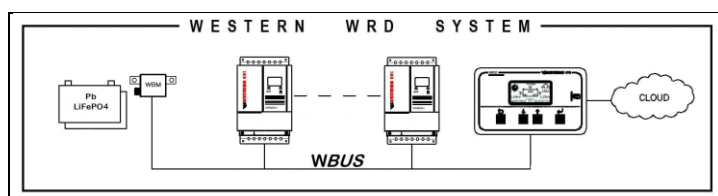

Abb. 3 Referenzschema des WESTERN WRD SYSTEM
- 2) **Warten Sie (~30 Sekunden), bis auf dem Display die Animation im Icon der Batterie verschwindet (Abb. 3 - Anzeige Ladestrom)**